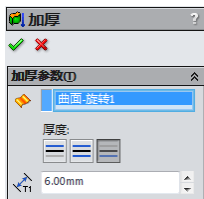

图 6-86 “加厚”属性管理器
**10** 加厚曲面实体。在菜单栏中选择“插入”→“凸台/基体”→“加厚”命令，此时系统弹出如图 6-86 所示的“加厚”属性管理器。在“要加厚的曲面”一栏中，选择“FeatureManager 设计树”中的“曲面-旋转 1”，即第 **08** 步旋转生成的曲面实体；在“厚度”一栏中输入 6mm，其他设置参考图 6-86 所示的属性管理器。单击属性管理器中的“确定”图标按钮，将曲面实体加厚，结果如图 6-87 所示。